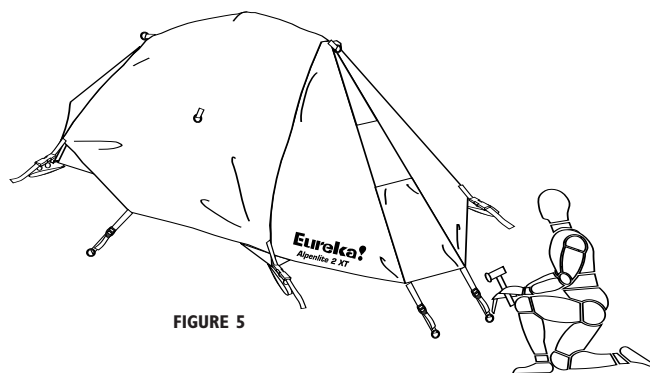

FIGURE 5
13) Stake out the rear vestibule using the adjustable stake out loop. Then go to the front of the tent and pull out the front vestibule and stake down the adjustable stake out loops. Draw these out until the web on the vestibule is tight (Figure 5). Now go around the tent and stake out the side pull-out webs. Tighten all straps as needed.
13) À l'aide de piquets et des anneaux réglables, fixer le vestibule arrière au sol. Puis, bien tendre le vestibule avant et le fixer au sol à l'aide de piquets et des anneaux réglables (voir Figure 5). Faire ensuite le tour de la tente et fixer les sangles d'attache latérales en les tendant tel que requis.